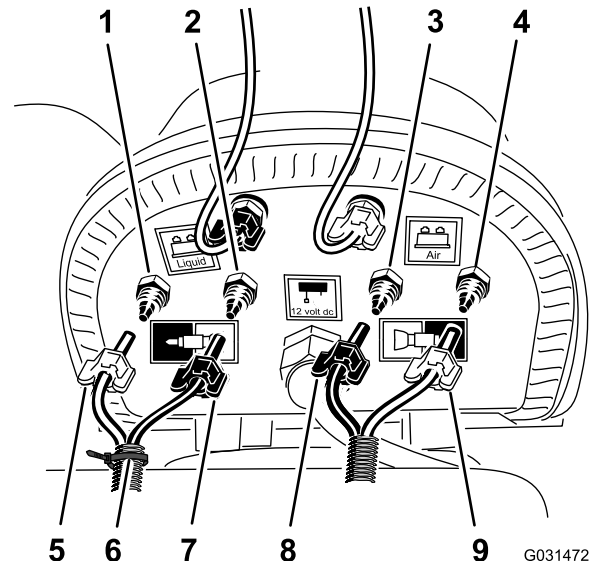

Bild 16
1. Befestigen Sie an der Anschlussplatte des Kompressors für den Schaummarkierer einen Kabelbinder um den durchsichtigen und blauen Schlauch für den rechten Sprühabschnitt (**Bild 16**).
2. Lösen Sie die Druckmutter für die zwei durchsichtigen und zwei blauen Schläuche für die Schaumdüsen am linken und rechten Sprühabschnitt (**Bild 16**).
3. Entfernen Sie die vier Schläuche von den Druckringverbindungen für die Sprühabschnitte (**Bild 16**).